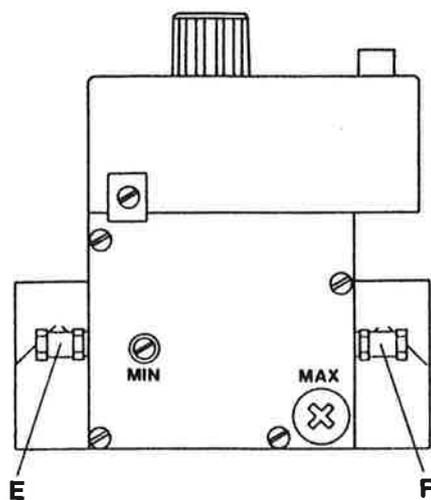
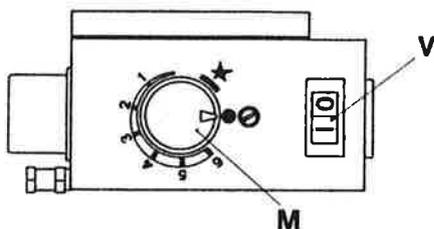

fig. 2
fig. 3
Tutte le stufe sono tarate e collaudate dalla fabbrica per il funzionamento a gas metano con pressione in uscita regolata a 100 mm. di colonna d'acqua, verificabile dalla presa di pressione «E» (fig. 2). Ciononostante, è comunque necessaria una regolazione della stufa in fase di prima installazione per adattarla alle particolari caratteristiche locali della rete di metano, molto spesso variabili da luogo a luogo.
- Togliere il tappo «MAX» della valvola (fig. 2) e con un cacciavite avvitare a fondo la vite interna. Rimettere il tappo.
- Portare la manopola «M» in posizione 6 per l'accensione del bruciatore principale (fig. 3).
- Per la regolazione del minimo, ruotare la manopola «M» (fig. 3) verso la posizione 6 e fermarsi appena ottenuta l'accensione del bruciatore principale. Quindi agire sulla vite «MIN» della valvola (fig. 2) fino ad ottenere una fiamma alta 7-8 mm.
- Portare la manopola «M» (fig. 3) in posizione 6 per l'accensione del bruciatore principale.
- Togliere il tappo «MAX» (fig. 2) e con un cacciavite regolare la vite interna fino ad ottenere una pressione in uscita di 50 mm. di colonna d'acqua verificabile sulla presa di pressione «E» (fig. 2).
- Per regolare il minimo ruotare la manopola «M» (fig. 3) verso la posizione 6 e fermarsi appena ottenuta l'accensione del bruciatore principale.
Quindi agire sulla vite «MIN» (fig. 2) della valvola fino ad ottenere una fiamma alta 7-8 mm.
- Essendo la stufa dotata di un dispositivo elettronico automatico, per accendere il bruciatore pilota è sufficiente ruotare la manopola «M» della valvola (fig. 3) in modo da far coincidere l'indice di riferimento con il simbolo «★» e premere a fondo per 15-20 secondi.
2. Ruotare la manopola «M» (fig. 3) in una posizione compresa fra il 4 ed il 5.
- Verificare la pressione (v. regolazione) (fig. 2).